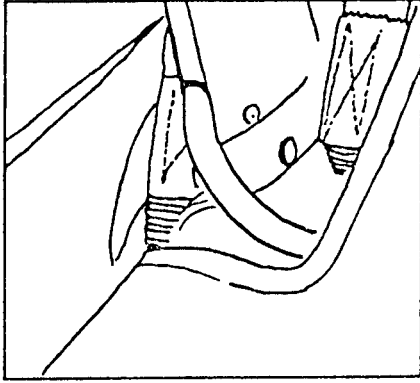

Figure 12
- 7) VERGEWISSERE DICH, OB DER TURM IM RICHTIGEN SCHLITZ SITZT, DAMIT DER TRIMM PAßt (FIGURE 12,13). (ES IST MÖGLICH, DAß DU NUR EINEN SCHLITZ AM KIEL ERKENNEN KANNST, DA DER ANDERE VOM WERK MIT KLEBEBAND VERKLEBT WURDE). AN UND FÜR SICH GIBT ES 4 VERSCHIEDENE TRIMMÖGLICHKEITEN, JE NACH DEM WELCHER SCHLITZ VERWENDET WIRD BZW. IN WELCHEM DER BEIDEN LÖCHER SICH DER STIFT IM UNTEREN TURMBESCHLAG BEFINDET.